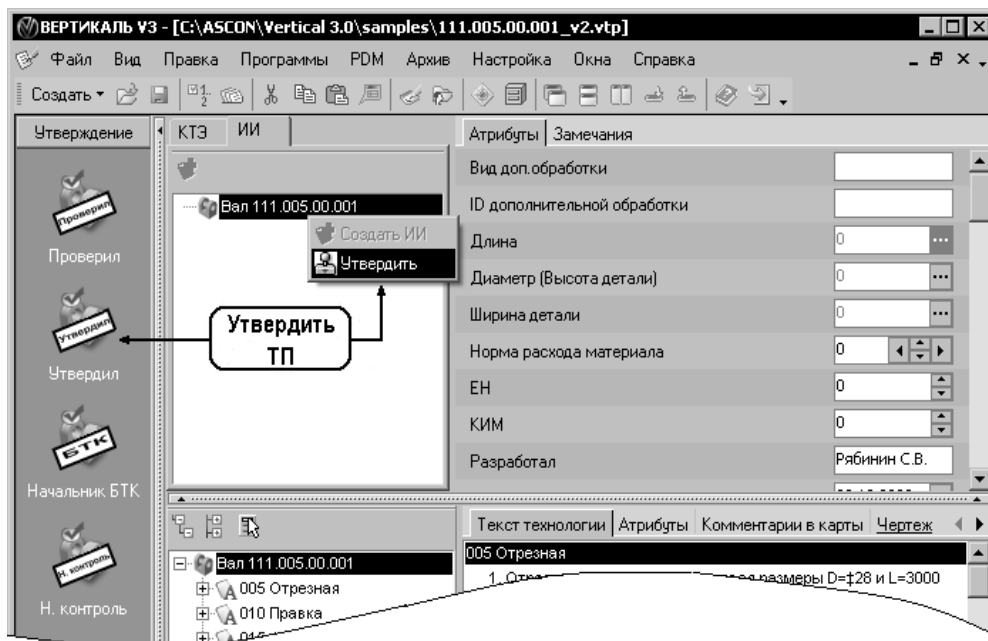

Рис. 10.1. Утверждение ТП
3. Перейти на вкладку **ИИ** (рис. 10.1).